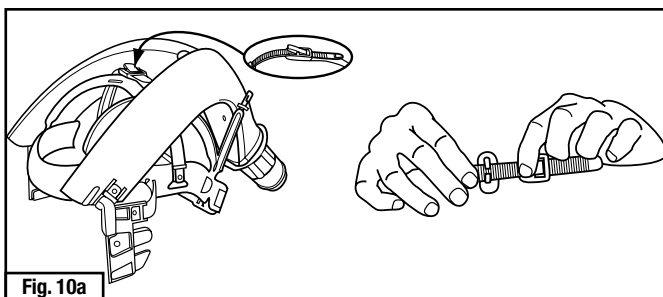

Fig. 10a
- Ajuster la coiffe S-950 au besoin pour obtenir un ajustement confortable (Fig. 10a et 10b). Une mentonnière optionnelle (S-958) est offerte pour plus de confort et de stabilité). Consulter la section *Pièces de remplacements et accessoires* de ces *directives d'utilisation* pour obtenir de plus amples renseignements.